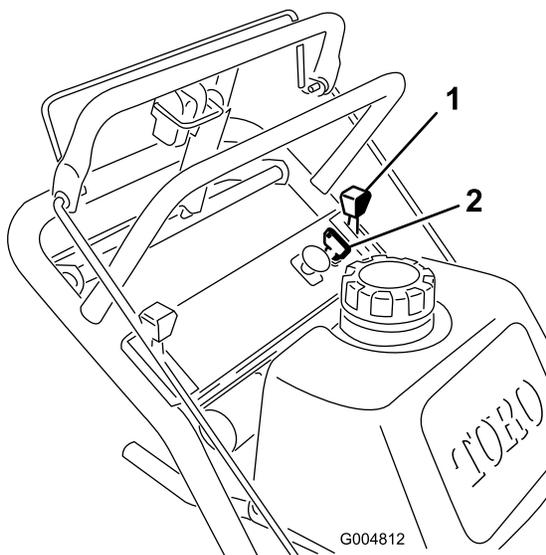

Figura 8
1. Mueva la palanca del acelerador a la posición de LENTO (Figura 8).
3. Gire la llave de contacto a la posición de DESCONECTADO (Figura 8).